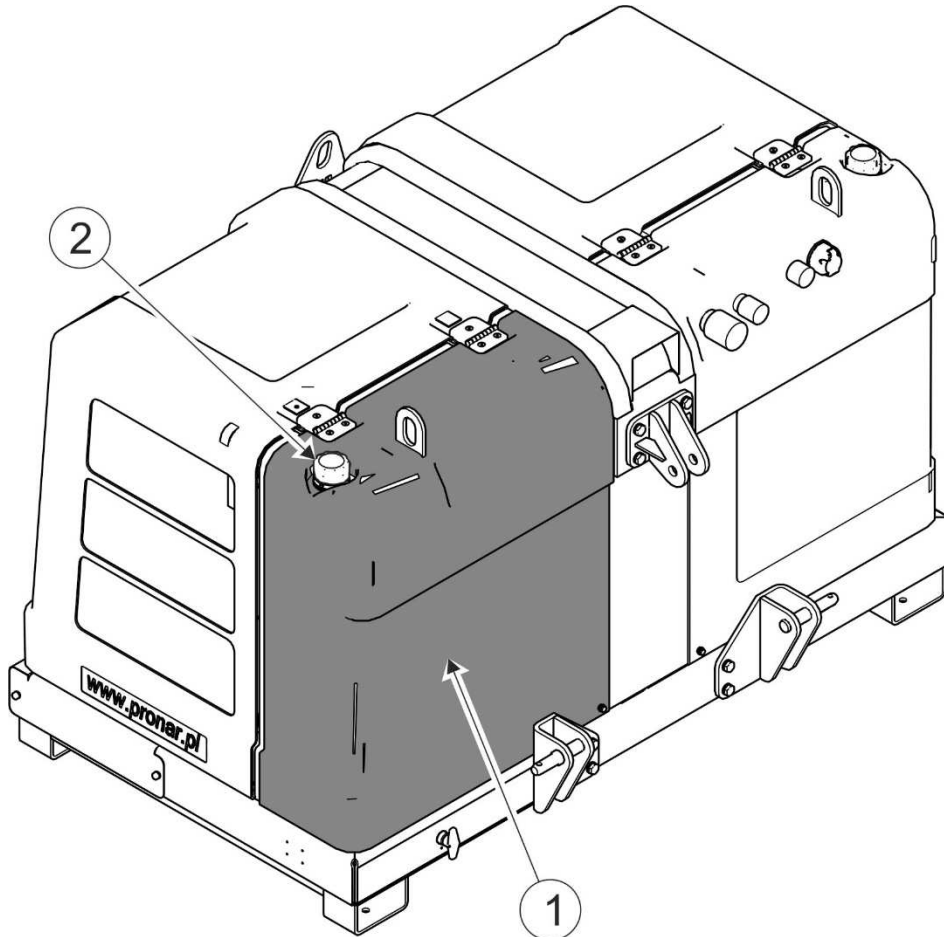

РИСУНОК 5.11 Топливный бак.
Гидравлический агрегат PRONAR ZHD 170 имеет топливный бак объемом 175 литров (РИСУНОК 5.11).
(1)- топливный бак; (2)- пробка заливного отверстия
Для наполнения топливного бака (1) (РИСУНОК 5.11) необходимо:
- очистить поверхность вокруг заливного отверстия (2), чтобы не допустить до попадания грязи в топливный бак;